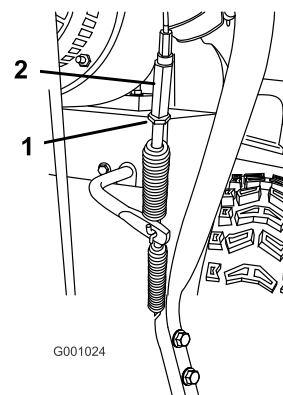

Bild 39
5. Lösen Sie die Klemmmutter (Bild 39).
6. Lösen oder ziehen Sie die Spannschraube an, um die Kabelspannung einzustellen (Bild 39).